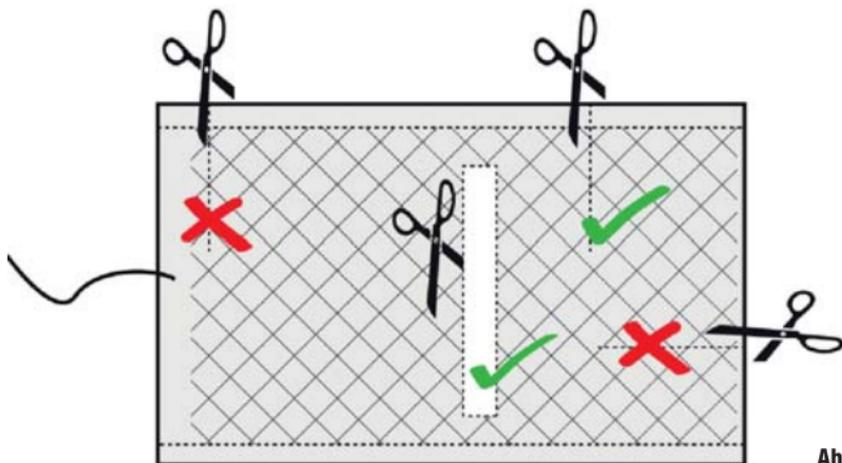

Abb. 1
09. Die Heizmatten dürfen auf keinen Fall in der Breite beschnitten werden, Längsschnitte sind nicht erlaubt, schmale Querausschnitte sind ebenso wie das Kürzen der Matte an dem Kabel entgegen gesetzten Ende möglich! (Seite 6; Abb. 1)